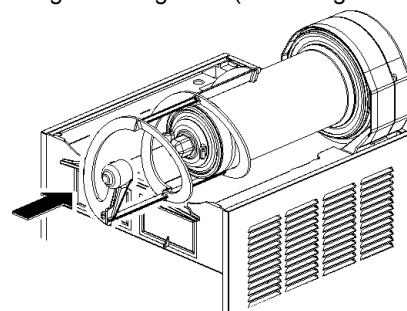

figura 16
- 6 Calzare la spirale esterna sull'evaporatore accoppiandone l'estremità anteriore all'albero del rotore magnetico esterno entrambi con sagoma esagonale (vedere figura 16).